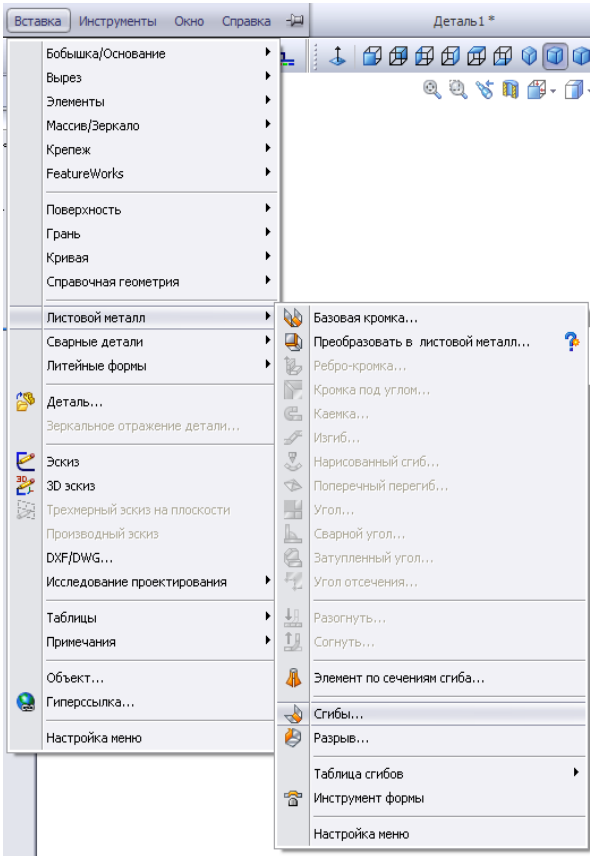

Рисунок 9.1 - Вибір команди «Сгибы»
2. Створене твердотільне розгорнення необхідно перетворити в деталь із листового металу, для цього потрібно нажати кнопку - **«Сгибы»** на панелі інструментів **«Листовой металл»** або вибрати команду меню: **«Вставка | Листовой металл | Сгибы...»** (рис. 9.1).